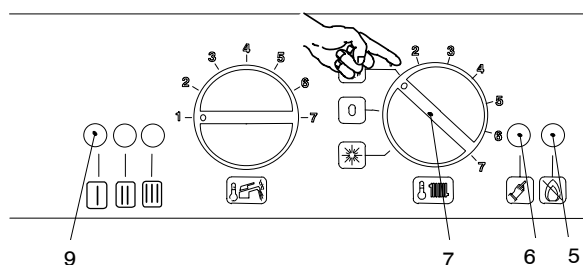

Fig. 6-3
- 2 Turn the function selector 7 as in Fig. 6-3. The appliance operation light 9 will flash every 2 seconds.
- 2 Переместите переключатель 7 в положение, как указано на рис. 6.3. Индикатор работы котла 9 будет моргать каждые 2 секунды.
To reset the boiler press and release the boiler reset button 6 (Fig. 6-3).
Чтобы перезапустить котел, нажмите и отпустите кнопку разблокировки 6 (рис.6.3)